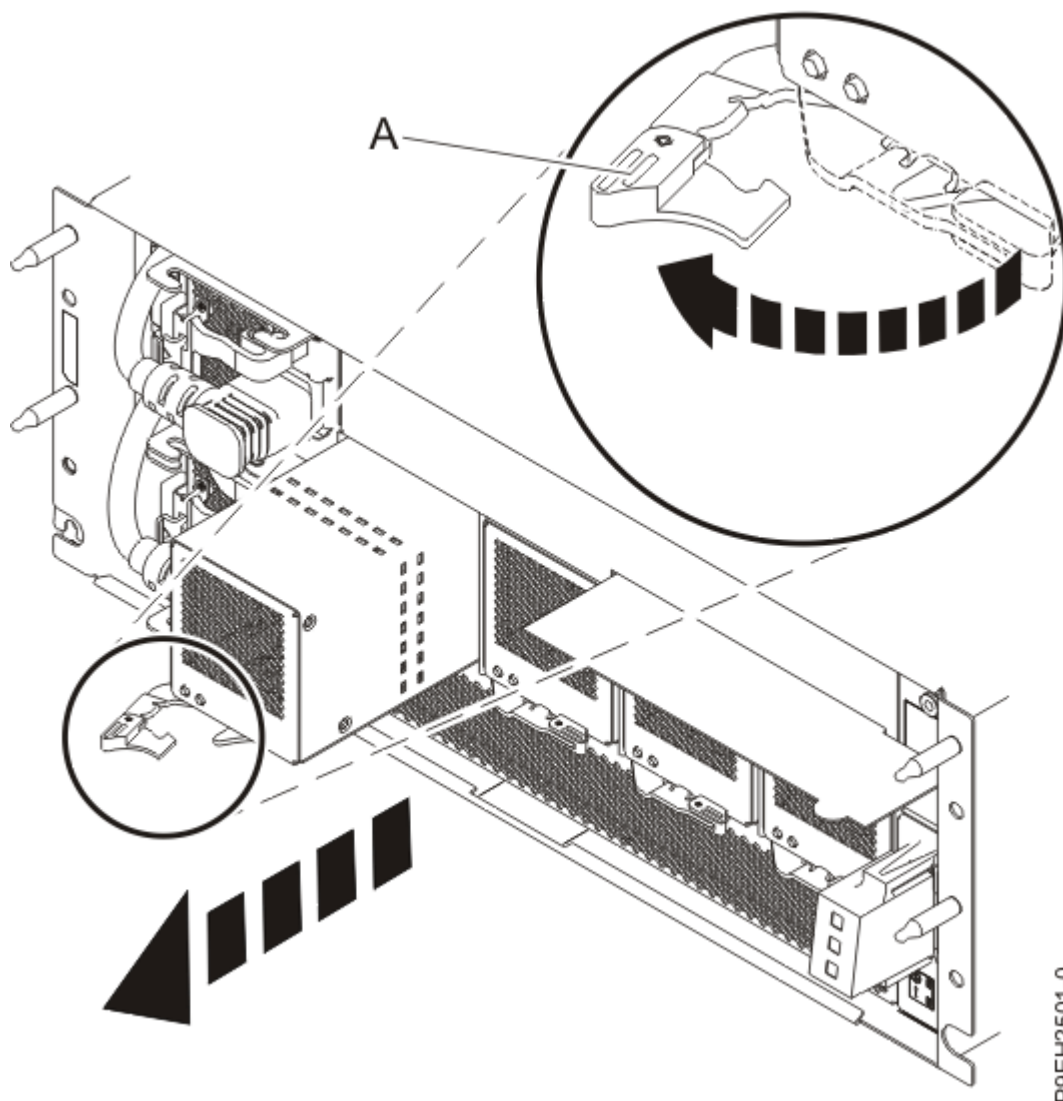

図 4. EMX0 PCIe3 拡張ドロワーからのファンの取り外し
2. ファンのハンドル (A) を、5 ページの図 4 に示されている方向に回転させて、ファンをスロットからアンロックします。
3. ファンのハンドル (A) をつかんだまま、ファンの底部をもう一方の手で支えながら、ファンをスロットから引き出します。5 ページの図 4 を参照してください。